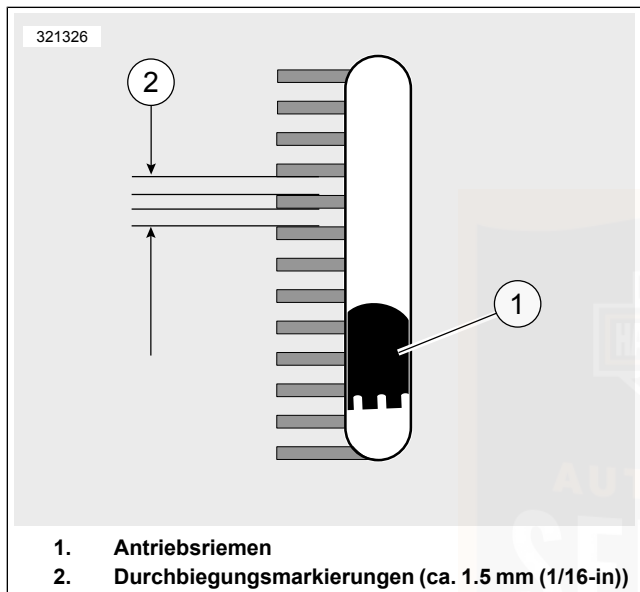

Abbildung 77. Sichtfenster der Riemendurchbiegung
- a. Den O-Ring (4) zur Null-Markierung (3) schieben.
- b. **M o d e l l e m i t Rahmendurchbiegungs-Sichtfenster:** Die Riemenhalterung (2) in einer Linie mit dem Riemendurchbiegungs-Sichtfenster an den unteren Teil des Antriebsriemens anlegen.
- c. **Alle anderen Modelle:** Die Riemenhalterung (2) gegen die Unterseite des Antriebsriemens auf halbem Wege zwischen den Antriebsriemenscheiben anordnen.
- d. Den Knopf (6) nach oben drücken, bis der O-Ring nach unten auf die Markierung 4,54 kg (10 lb) (5) rutscht; dort festhalten.
- a. **Modelle mit Riemendurchbiegungs-Sichtfenster:** Siehe Abbildung 77. Die Riemendurchbiegung durch das Riemendurchbiegungs-Sichtfenster messen und dabei das Prüfgerät ruhig halten. Jede Durchbiegungseinteilung entspricht ungefähr 1,6 mm (1/16 in) .